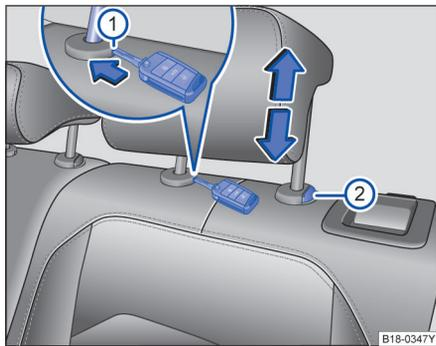

图 44 拆卸和安装后排头枕
- 将打开的轿车钥匙头插入护套的槽内⇒图 44①。
- 同时按压按钮②，另一人将头枕完全拔出。